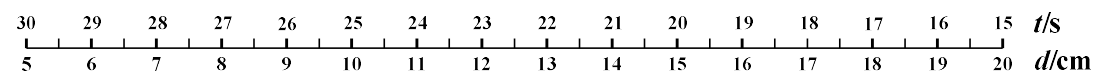

图 2 操作距离  $d$  与设定运行时间  $t$  的对应关系
(1) 设定运行时间  $t$ 。 $d$  在 5~20cm 范围内，由 S3 向 S2 挥手设定  $t$ ，范围为 15~30s， $d$  与  $t$  的关系如图 2 所示，显示器显示  $t$  和  $d$ 。运行开始指示灯点亮，运行中显示  $t$  倒计时，运行结束指示灯熄灭。要求  $t$  与实际运行时间的误差绝对值不大于 1s。